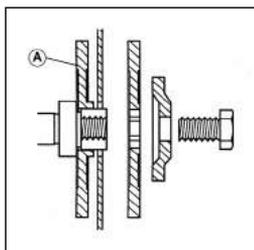

Fig. 1
- Coloque la brida "A" en el lado interior cuando el diámetro del eje del disco sea de $\varnothing 22,2$ mm ($\varnothing 7/8$). **(Fig. 1)**